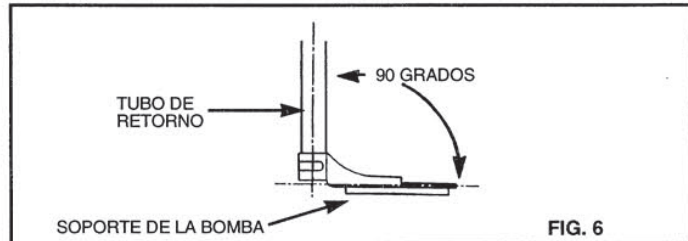

FIG. 6
E) Inspeccionar el bracket para asegurar que el soporte de la bomba no fue doblado antes o durante el cambio. La superficie plana del soporte deba ser perpendicular (cuadrar) al tubo que esta soldado (ver fig. 6), si no esta, deba cuadrar arriba de tal forma que la bomba tendra acceso libremente.
5) Vérifier le connecteur sert pour s'assurer qu'il n'a pas été courbé avant ou pendant l'enlèvement de la pompe. La surface plate du support doit être perpendiculaire (angle droit) au conduit auquel elle est soudée (fig. 6) Si ce n'est pas le cas, le support doit être placé à angle droit pour permettre à la pompe de bien s'insérer.